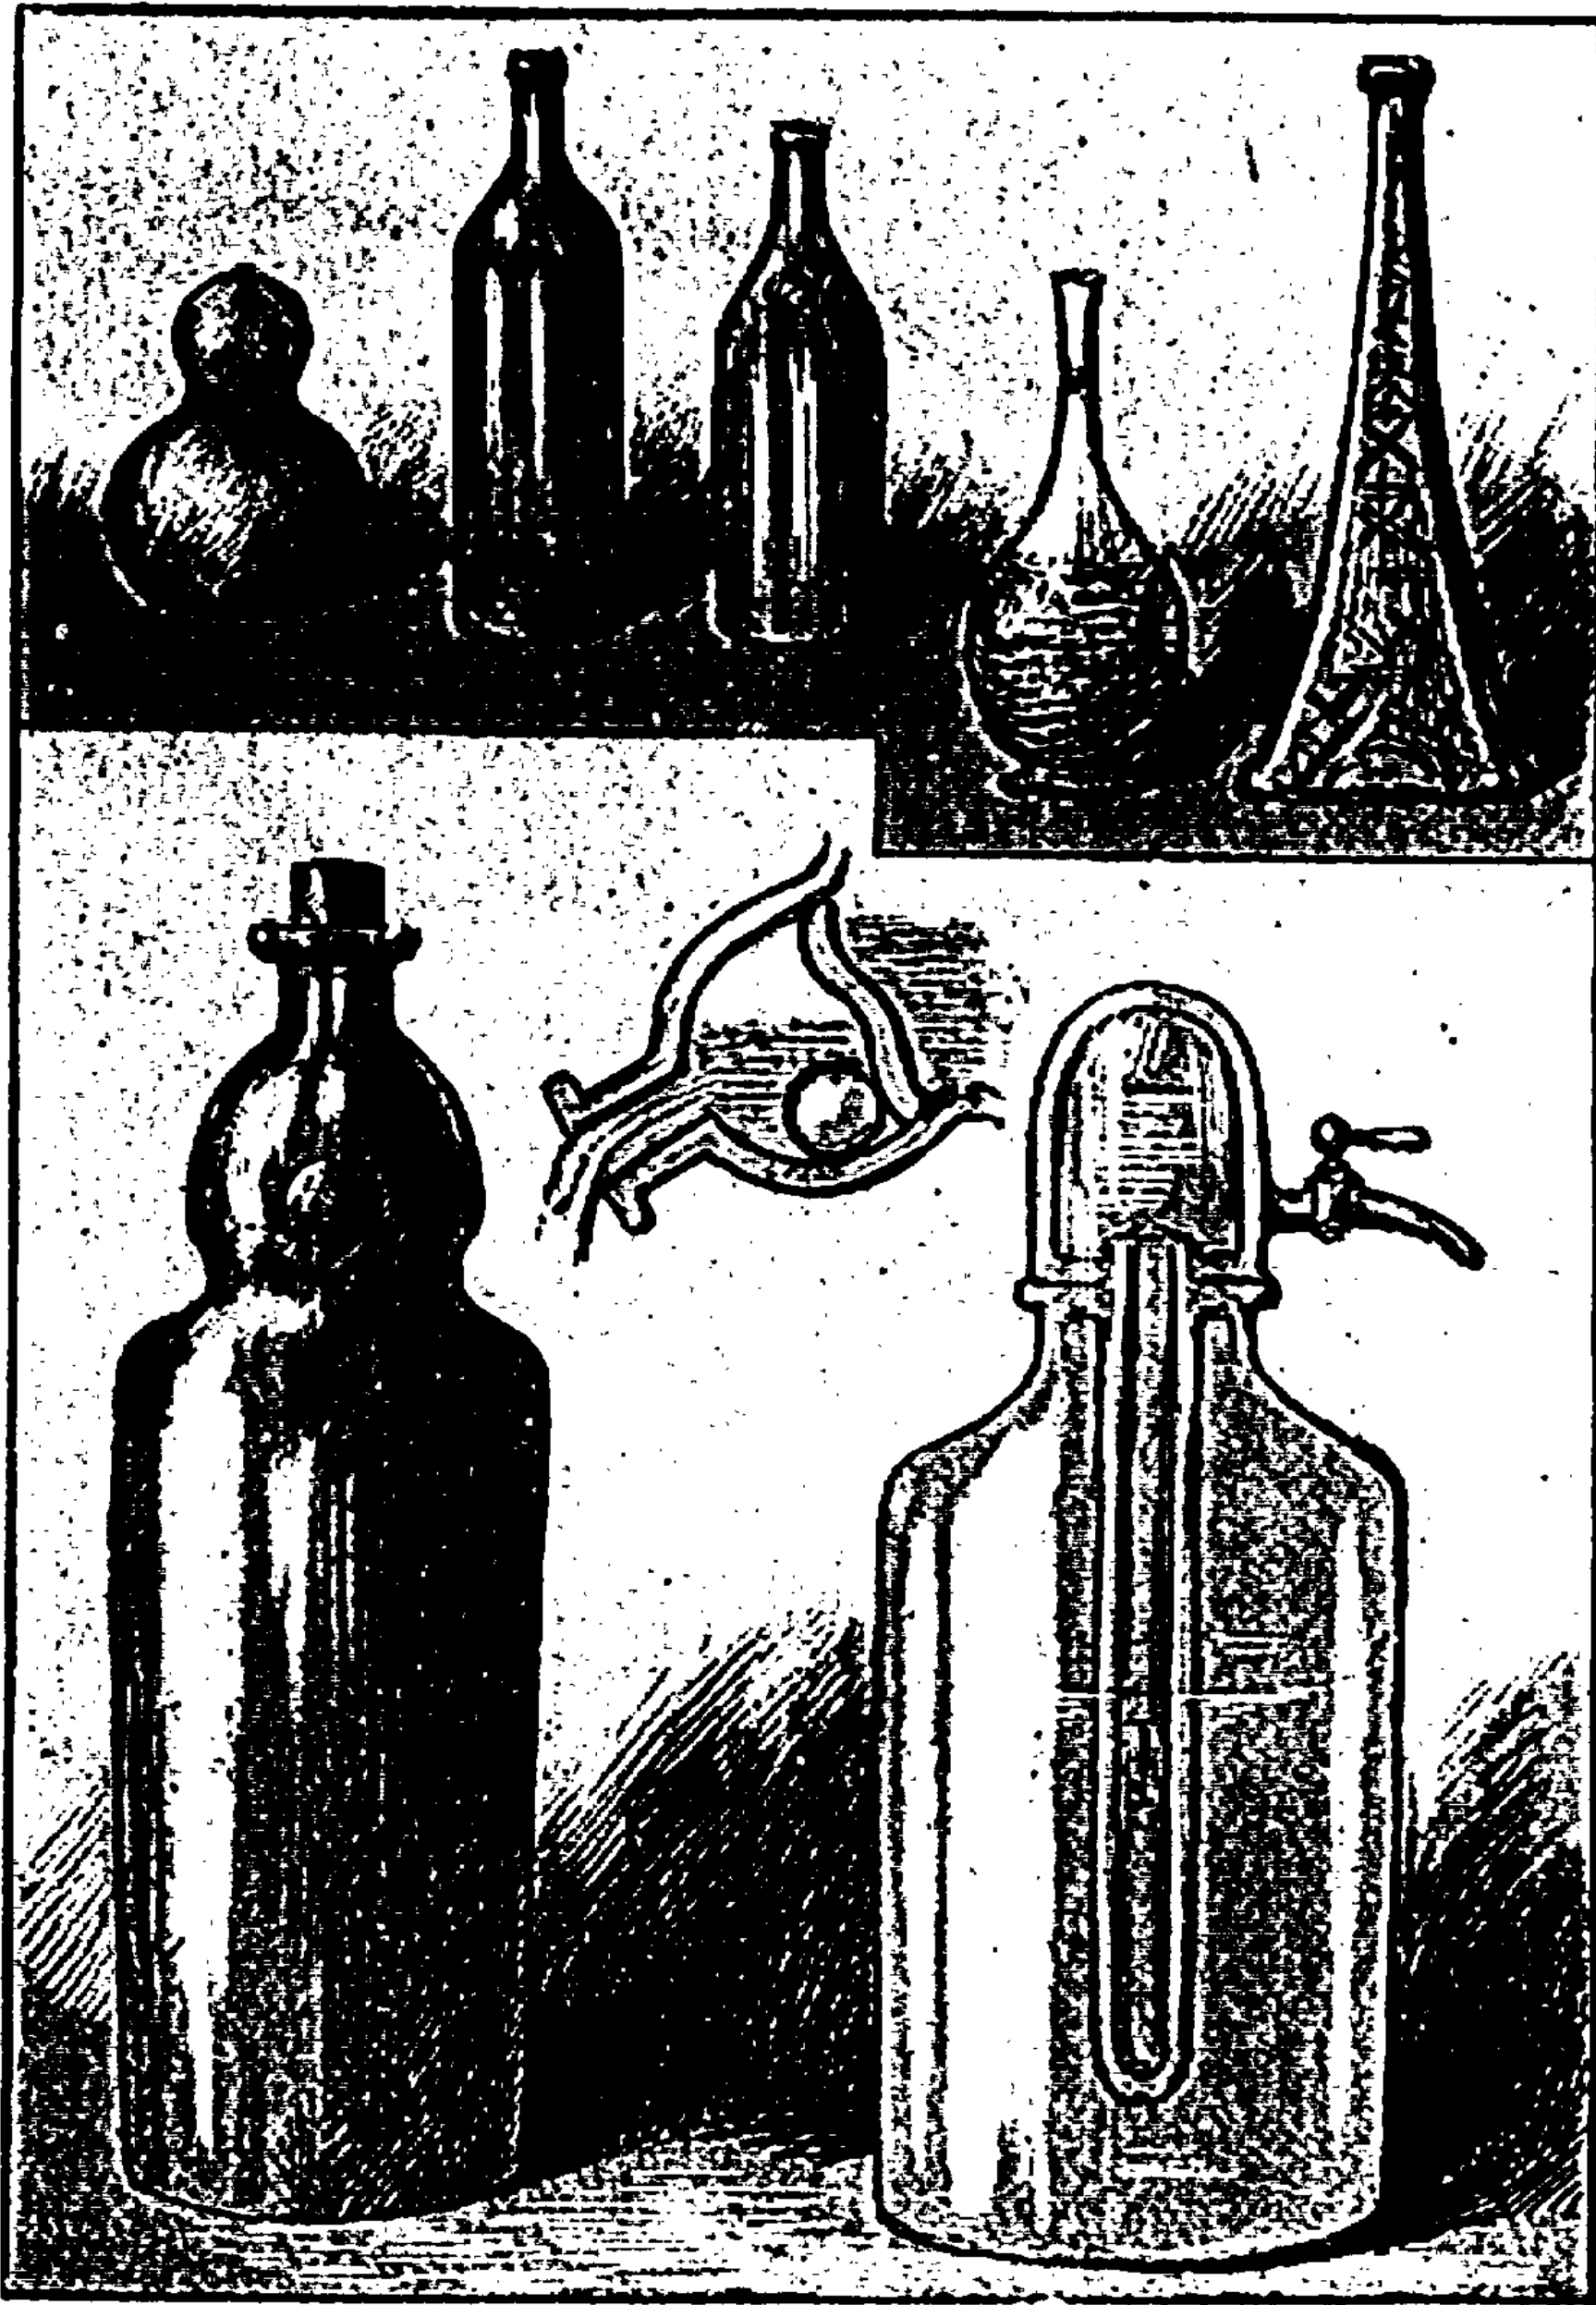

Fig. 174. — 1. Formes diverses des bouteilles. — 2. La bouteille qu'on ne peut remplir qu'une fois. — 3. La bouteille inviolable.
A notre époque, la bouteille présente les formes les plus variées; une collection un peu complète de ces récipients offrirait un grand intérêt, non seulement au point de vue industriel, mais à celui des mœurs et de la politique. La bouteille Tour-Eiffel y figurerait, comme de juste, à côté de celle qui représente la Roue de Paris; les personnages les plus connus, les plus divers en feraient partie; nul n'est célèbre de nos jours s'il n'a été fourneau de pipe ou bouteille (*fig. 174; 1*).
M. de Sennevoy a réalisé la bouteille inviolable en adaptant au goulot un pas de vis qui permet d'y fixer une sorte de petite pompe. Un tube ouvert aux deux bouts plonge jusqu'au fond de la bouteille (*fig. 174 ; 3*) ; son extrémité inférieure est fermée par une soupape s'ouvrant de bas en haut. Dans ce tube on glisse, à frottement doux, un autre tube dont les deux bouts sont fermés par des soupapes s'ouvrant également de bas en haut.
La bouteille une fois remplie et munie de ses accessoires, la calotte est fixée au goulot par un mastic résistant et le joint recouvert d'une bande de garantie. Quand on retourne complètement la bouteille, une partie du liquide tombe dans la calotte, mais non plus au dehors, grâce à la bille. Si on incline la bouteille, au contraire, le liquide sort. En recommençant l'opération plusieurs fois, on vide le récipient, mais celui-ci ne peut être rempli de nouveau qu'en détachant le goulot et, par suite, en détruisant la bande de garantie (*fig. 174 ; 2*).